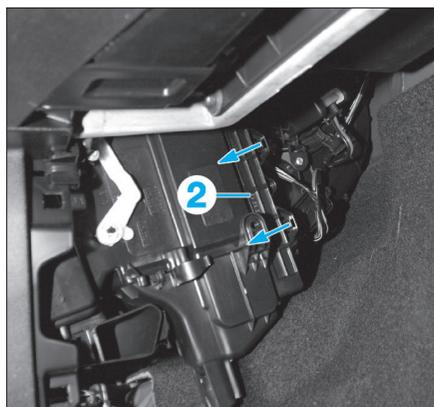

Fig. 2
- Dégrafer la trappe (2) du filtre d'habitacle (Fig.2).